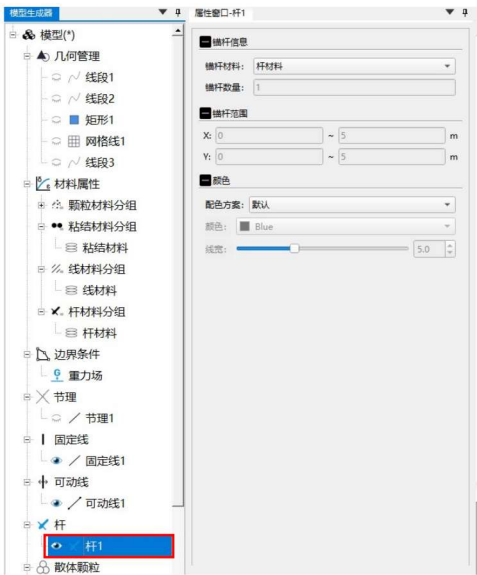

图 1.16 设置杆单元属性
如图 1.16 所示，完成杆单元的创建后，在右侧属性窗口-杆单元中可查看对应杆单元的位置信息及设置相关参数，包括：(1) 在杆材料下拉框中可指定杆材料；(2) 设置杆颜色、线宽。